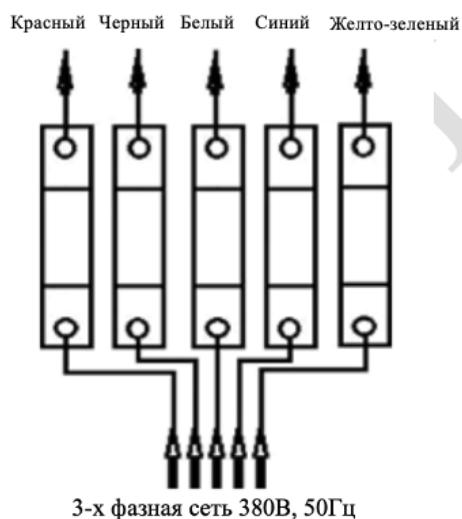

Рисунок 4
2.4.12.1 Питание станции зарядной для электрического транспорта осуществляется от трёхфазной сети переменного тока. Разводка проводов питающей сети производится на клеммники. Места для подключения фазных проводов промаркованы метками «красный», «чёрный», «белый», «синий», «желто-зеленый» (см. рисунок 4).